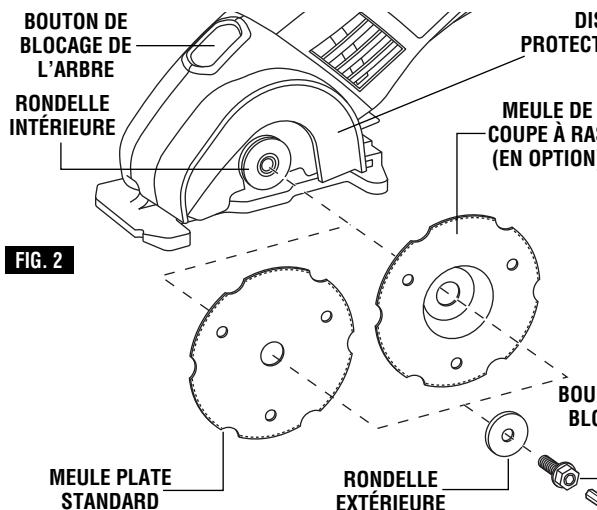

FIG. 4
L'outil Dremel Saw-Max a deux positions possibles pour la meule – une position utilisant un disque standard plat pour toutes vos coupes droite ou en plongées habituelles (Fig. 4) et une deuxième position de meule en option pour effectuer des coupes à ras le long du plancher ou contre un mur (Fig. 5).
- Faites glisser la meule derrière le dispositif de protection de la meule et montez-la contre la RONDELLE INTÉRIEURE sur l'arbre (Fig. 4).